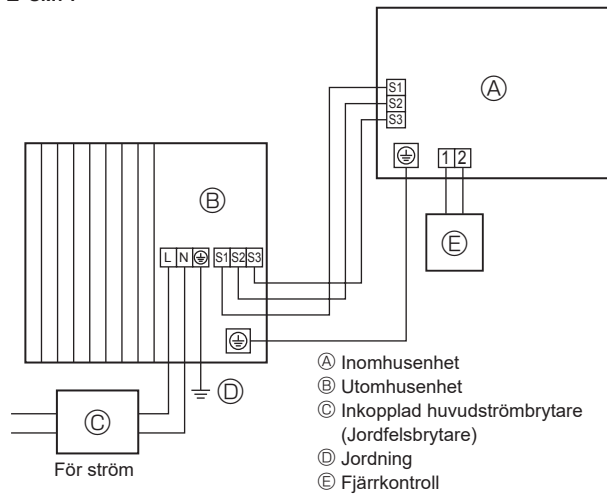
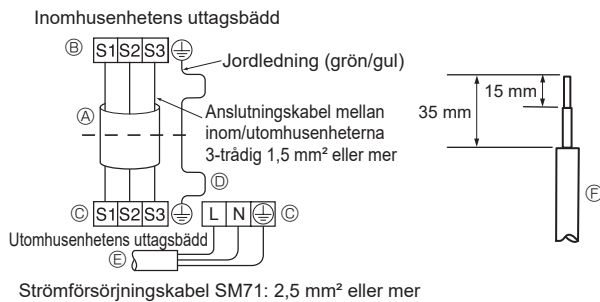
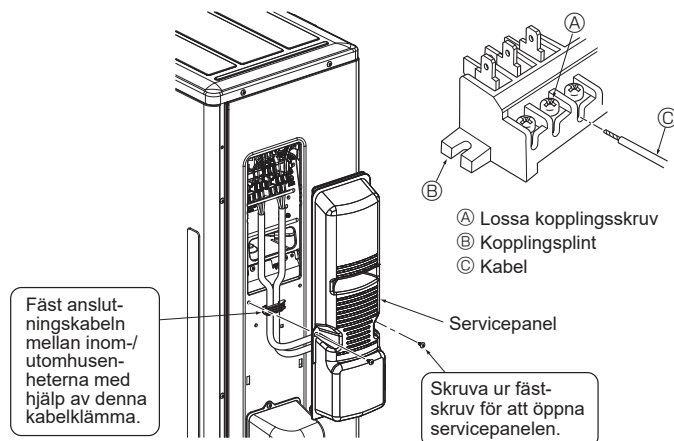

Fig. 6-1
Fig. 6-2
Fig. 6-3
### 6.1. Utomhusenhet (Fig. 6-1, Fig. 6-2, Fig. 6-3)
- ① Ta bort servicepanelen.
- ② Anslut kablar med hänvisning till Fig. 6-1, Fig. 6-2 och Fig. 6-3.
- Utför ledningsdragningen enligt diagrammet till vänster. (Köp in kabeln lokalt) (Fig. 6-2)